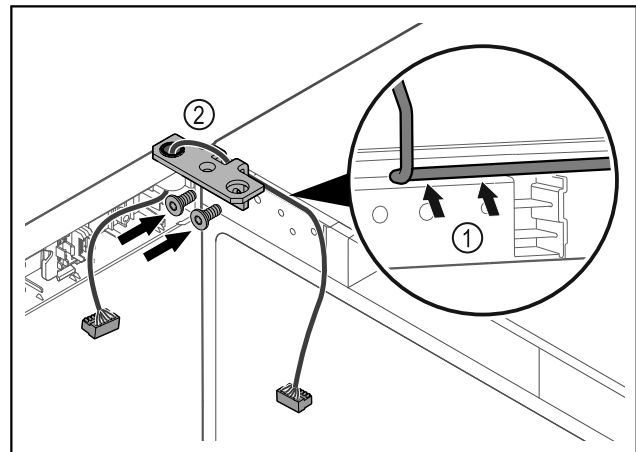

Fig. 47
- ▶ Faire passer le câble avec précaution par le trou de l'équerre de charnière Fig. 47 (1).
- ▶ Visser l'équerre de charnière Fig. 47 (2).